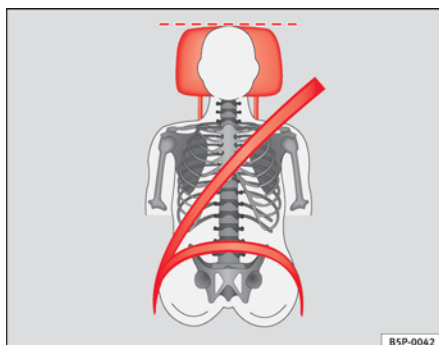
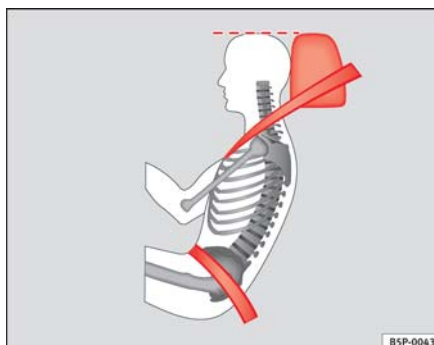

Fig. 3 Apoyacabezas ajustado correctamente visto de frente
Fig. 4 Apoyacabezas ajustado correctamente visto lateralmente
– Ajuste el apoyacabezas de modo que el borde superior quede, en la medida de lo posible, a la altura de la parte superior de la cabeza, como mínimo a la altura de los ojos.⇒ **fig. 3** y ⇒ **fig. 4**.